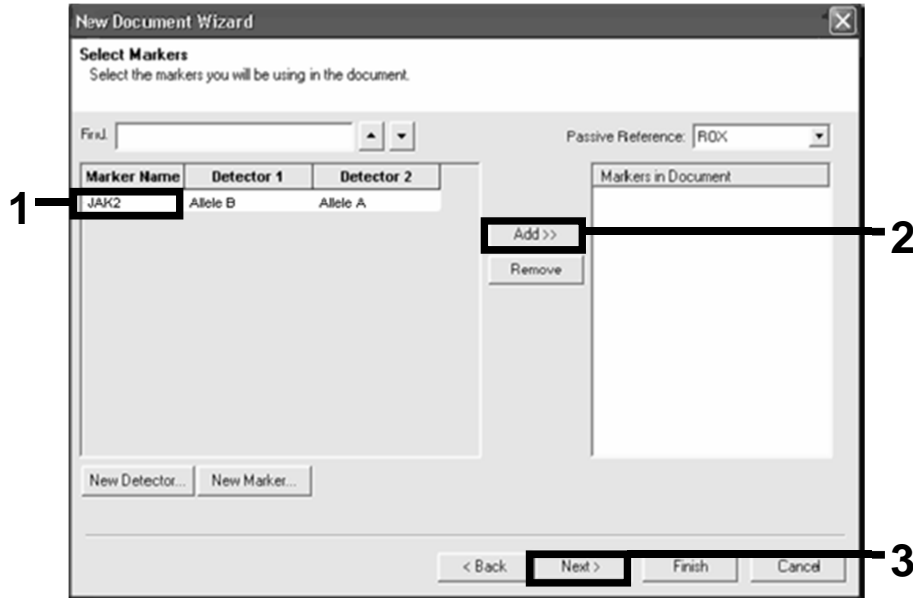

Figure 17. Sélection des marqueurs
20. Dans la boîte de dialogue « Select Markers » (Sélectionner marqueurs), sélectionner « JAK2 » comme créé ci-dessus ou un autre marqueur prédéfini puis cliquer sur « Add>> » (Ajouter, figure 17).